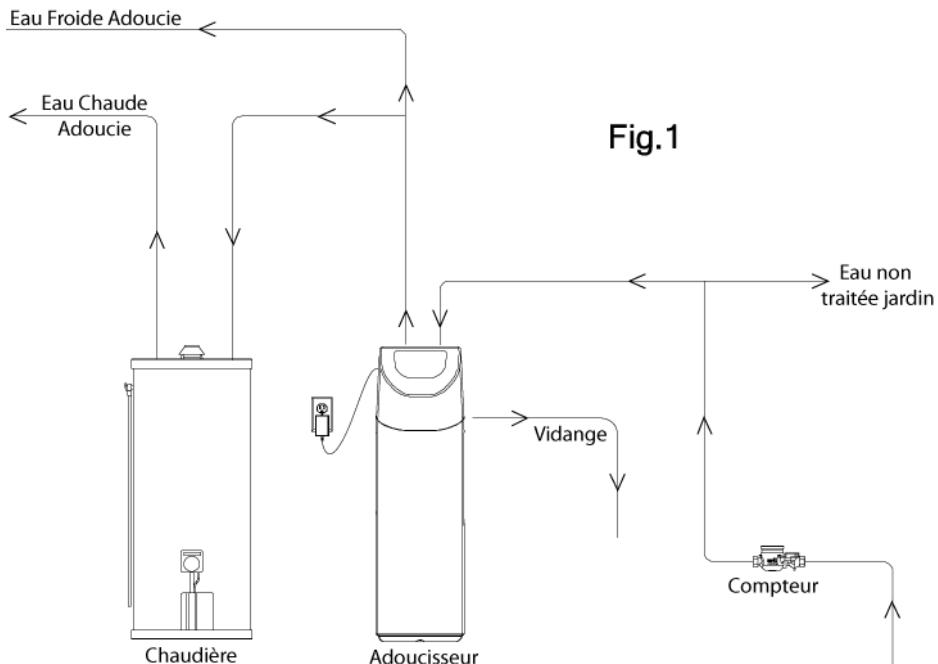

Fig.1
3. De manière logique vis à vis des différents équipements (voir figure 1)